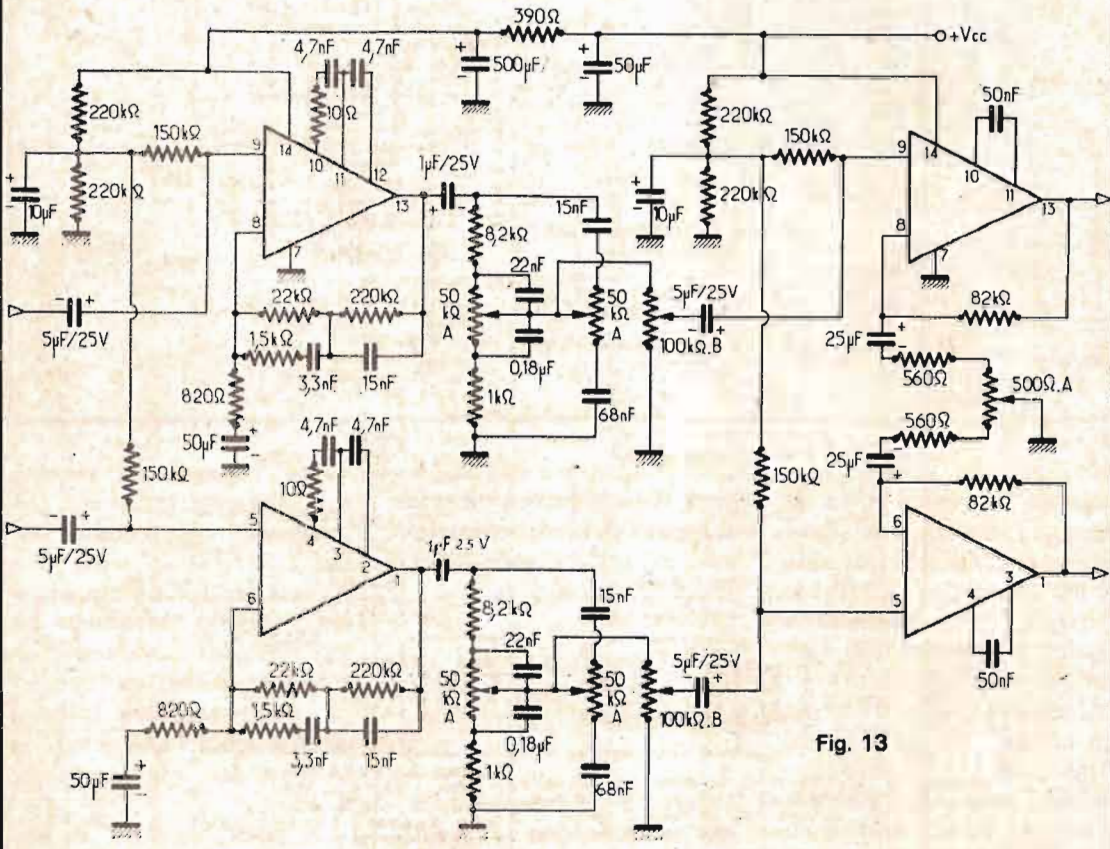

Fig. 13
Voici toutefois à la figure 13 un montage stéréo de voies ou d'amplificateur général AG, dans lequel les réglages de tonalité sont séparés du réamplificateur.
2) Si le montage proposé (figure 13) doit être monophonique, la partie du bas disparaît.